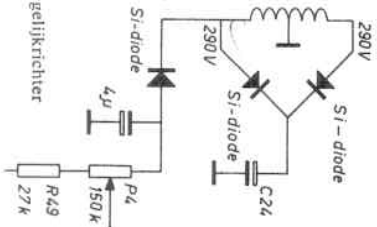

Fig. 2c. Andere uitvoering van de gelijkrichter
- a. In de gelijkrichtschakeling kunnen in plaats van de buisdioden ook Si-dioden worden gebruikt. De spanning van deze dioden dient  $2,8 \times$  de effectieve waarde van de gelijk te richten spanning te zijn. Bovendien kan men in plaats van de aangegeven transformator een type gebruiken, waarbij secundair  $2 \times 290$  V of  $2 \times 300$  V beschikbaar is. In dat geval dient men  $P_4$  te verkleinen (fig. 2c).